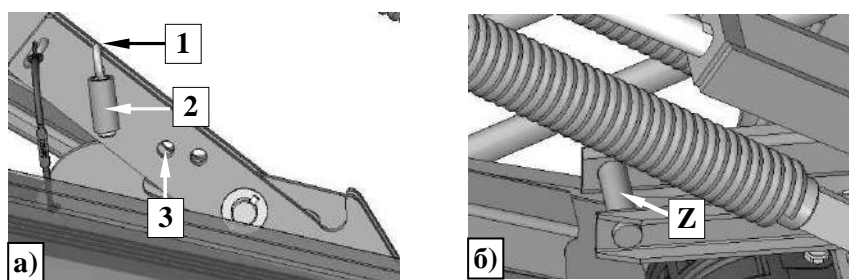
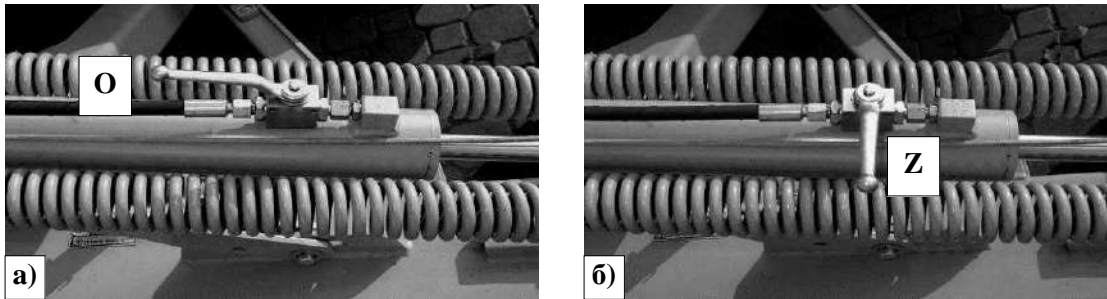

Рис. 9. а) 1 – стопор; 2 - втулка, 3 – отверстие на планке б) Z – механический фиксатор, удерживающий брус в транспортном положении
Рис. 10. Положение запорного гидравлического крана гидросистемы:
Перед отсоединением косилки от трактора в отверстие 3 на планке (**Рис. 9а**) вставить стопор 1 во избежание опускания навесного устройства. Если косилка соединена с трактором, следует вставить стопор во втулку 2, находящуюся на планке.
- снять предохранительный шкворень и вложить его до втулки (**Рис. 9а**),
- при помощи гидравлического сервомотора поднять режущий брус в вертикальное положение, так чтобы заключилась защёлка **З** (**Рис. 10Рис. 9б**),
- закрыть запорный гидравлический кран гидросистемы (**Рис. 10б**), во избежание опускания режущего бруса.
Во время транспортировки рукоятка запорного крана должна находиться в положении **З** – закрыт (**Рис. 10**). Это положение предохраняет косилку от случайного опускания режущего бруса.
- открыть запорный гидравлический кран гидросистемы (**Рис. 10а**),
- потянуть трос так, чтобы сработал механический фиксатор (**Рис. 10б**) и включить внешнюю гидросистему трактора. С помощью гидроцилиндра перевести режущий брус в горизонтальное положение.